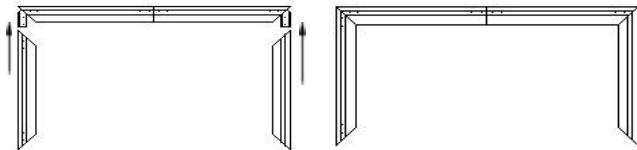

Abb. 5
5. Schieben Sie die vertikalen Rahmenteile (B) auf die Ecken (Abb. 5).